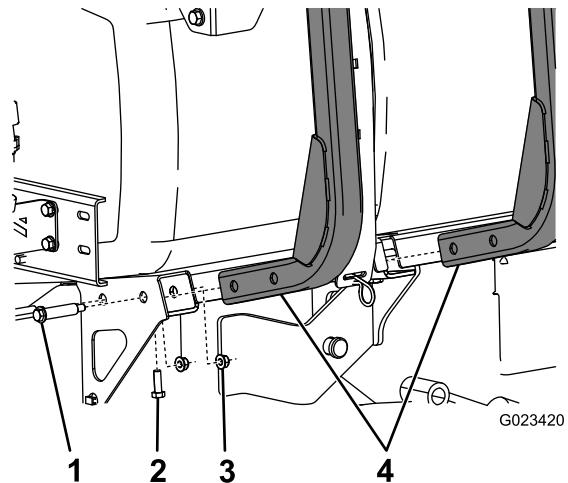

Figura 2
1. Monte los 2 bastidores del carrete de la manguera en el lateral de la máquina con 4 pernos de cuello largo y 4 tuercas con arandela prensada (5/16"), según se muestra en Figura 2.
2. Sujete la parte inferior de los bastidores del carrete de la manguera a la máquina con 2 pernos (5/16") y 2 contratuerca (Figura 2).